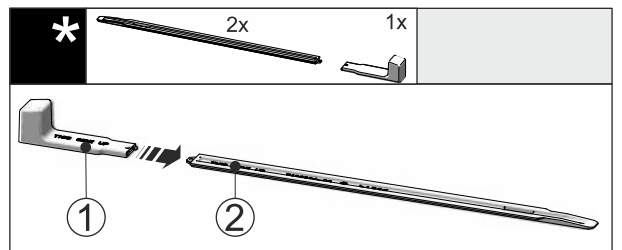

Fig. 47
- Steek de montagegreep Fig. 47 (1) op de nivelleerrail Fig. 47 (2).